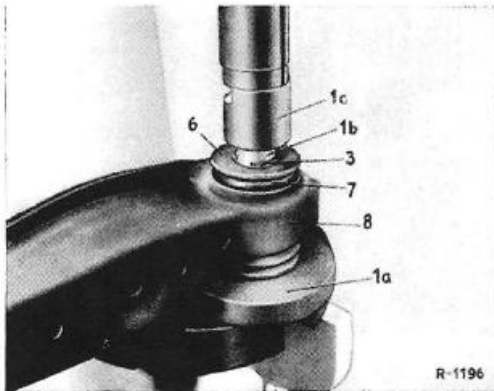

Bild 35-3/8
9 Auf dem Lagerbolzen Sicherungsring anbringen, Spannscheibe sowie Gummilager aufschieben und in die Lagerbohrung der Schubstrebe einführen. Zweites Gummilager eindrücken. Schubstrebe in Montagevorrichtung (1 a) setzen, konischen Führungsbolzen (1 b) in die Vorrichtung stecken und die zweite Spannscheibe (6) sowie den Sicherungsring (3) auflegen (Bild 35-3/8).